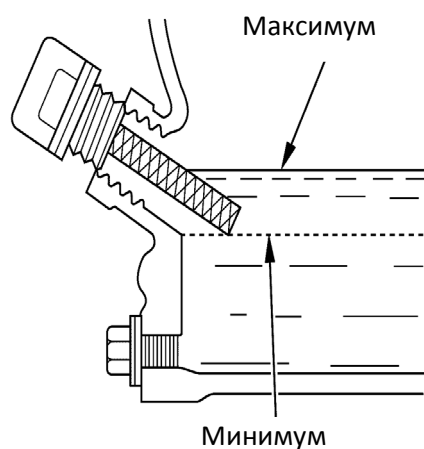

Рис.13
1. Открутите крышку/щуп картера (Рис.13).
4. Залейте рекомендованное масло до необходимого уровня. Нормальным считается уровень до нижнего края заливной горловины(Рис.13)